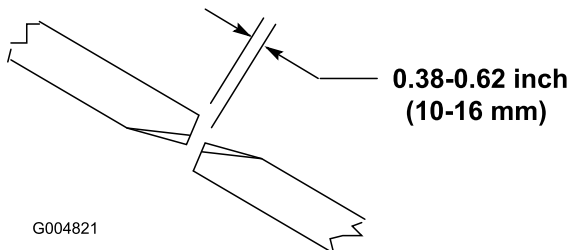

図 25
刈り込みデッキが適切に作動できるように、ウイング側と中央のブレードとの間に 1016mm の隙間を確保してください 図 25。
2. 中央のブレードとその隣のウイングブレードを手で回してブレードの先端どうしを整列させる。刃先と刃先との間の距離を測定する 図 25。